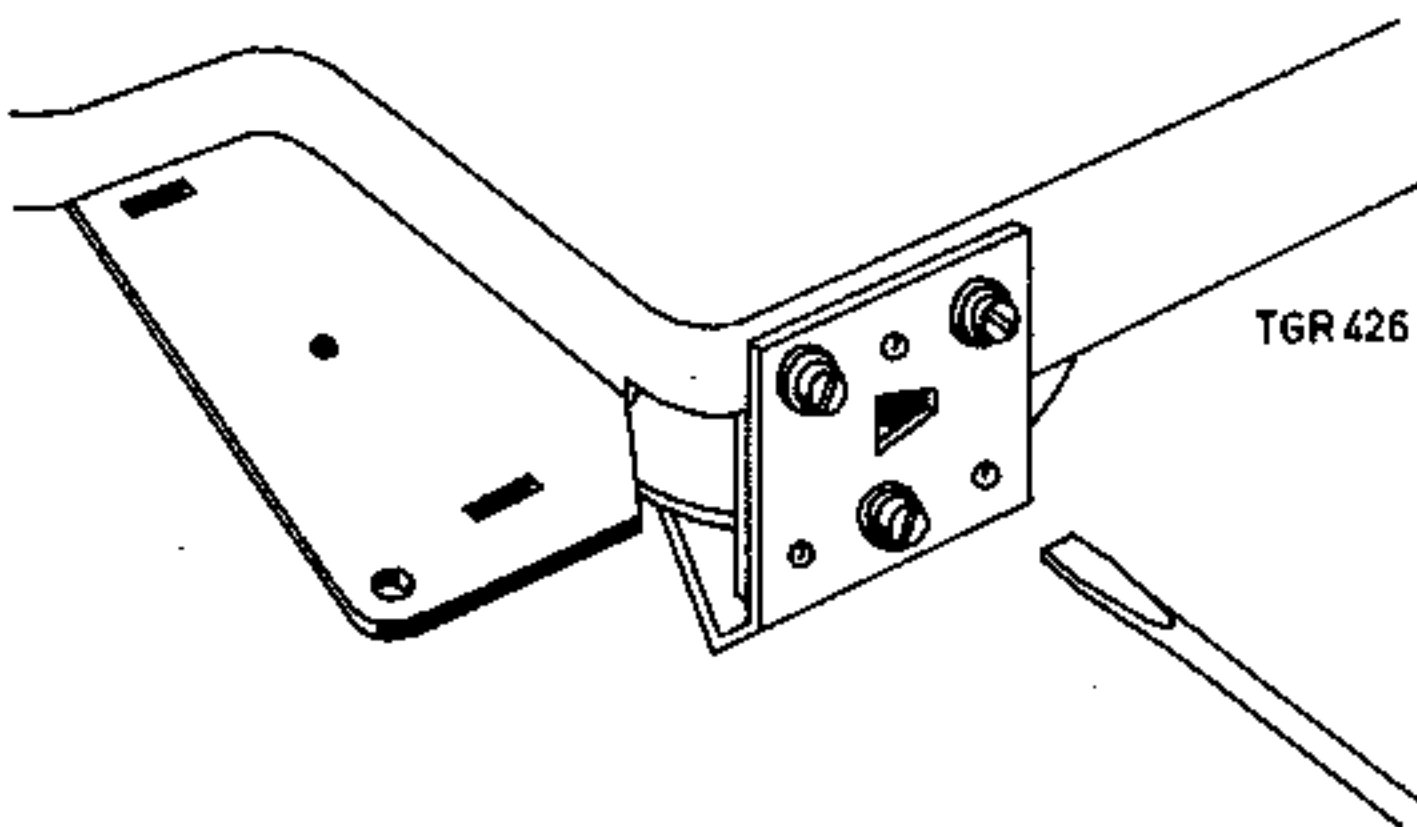

Fig. 1
- . Draai de drie schroeven los, waarmee de onderlagerbeugel 67 van het vliegwiel aan de montageplaat is bevestigd, zie fig. 1.
**N. B.:** Bij bevestiging van de onderlagerbeugel 67 van het vliegwiel dient er op gelet te worden dat de snaargroef van het vliegwiel 66 en die van het speelwiel 63 op gelijke hoogte liggen. De hoogte van het vliegwiel is met een schroevendraaier in het driehoekig gat in de onderlagerbeugel in te stellen zoals aangegeven in fig. 1.
- . Draai de drie schroeven los, waarmee de onderlagerbeugel 67 van het vliegwiel aan de montageplaat is bevestigd. Zie fig. 1.
Na bevestiging van de onderlagerbeugel 67 moet de snaargroef van het vliegwiel 66 en die van het speelwiel 63 op gelijke hoogte liggen. De hoogte van het vliegwiel is in te stellen met een schroevendraaier en het driehoekig gat in de onderlagerbeugel, zoals aangegeven in fig. 1.